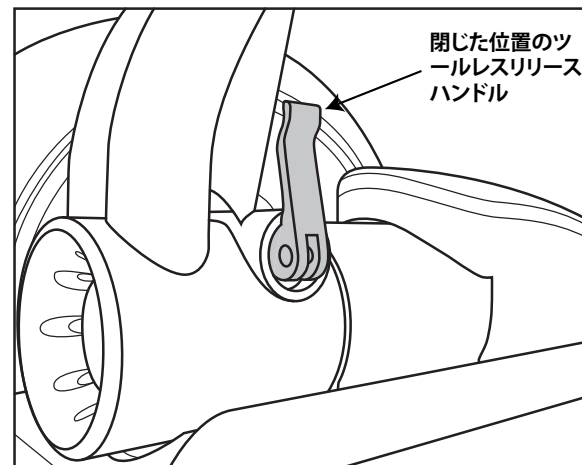

図3. ツールレスリリースを閉じた位置のハンドルに締め付ける
3. ツールレスリリースを、付属のワッシャを通してウェッジクランプへとゆるく通します。通すときに、ハンドルが閉じた位置になっていることを確認してください。図3を参照してください。